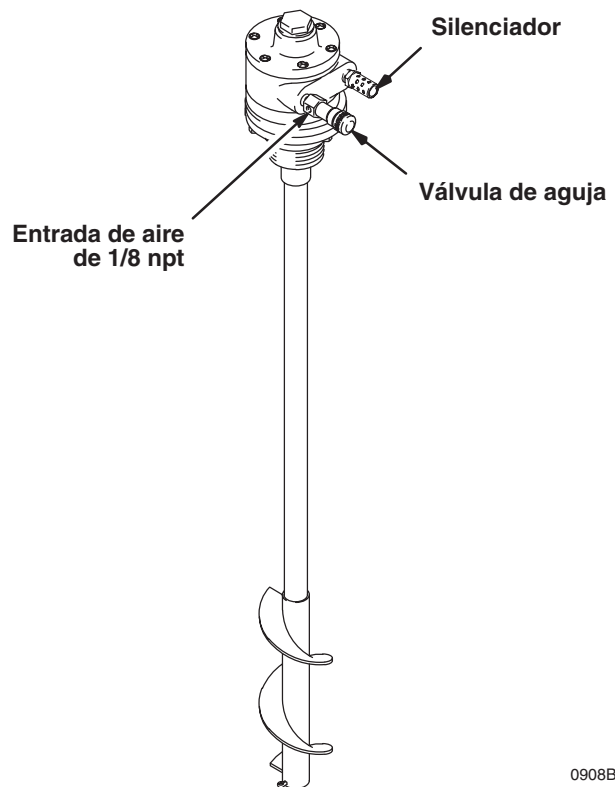

Fig. 1
2. Coloque el motor neumático de forma que el tubo de aire pueda sujetarse fácilmente a la entrada de 1/8 npt de la válvula de aguja, sin estorbar a los demás componentes del sistema. Vea la Fig. 1.
NOTA: Puede invertir la rotación del agitador intercambiando el silenciador y la válvula de aguja. Consulte la Fig. 1.